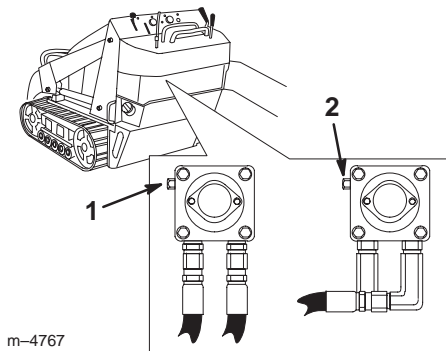

Figure 14
3. À l'aide d'une clé, donnez deux tours dans le sens anti-horaire aux vannes de remorquage situées sur les pompes hydrauliques (Fig. 14).